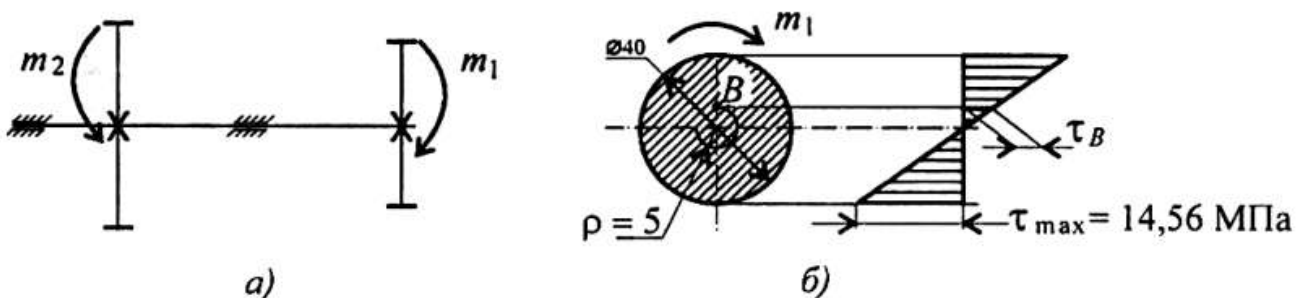

Рисунок 1 – Схема вала
Пример. Стальной вал диаметром 40 мм передает мощность 15 кВт при угловой скорости 80 рад/с (рисунок 1); проверить прочность и жесткость вала, если допускаемое напряжение кручения 20 МПа. Модуль упругости при сдвиге $0,8 \cdot 10^5$ МПа. Допускаемый угол закручивания $[\varphi_0] = 0,6$ град/м. Построить эпюру касательных напряжений и определить значение касательного напряжения в точке, удаленной на 5 мм от оси вала.
6. Построим эпюру касательных напряжений в поперечном сечении (рисунок 1, б).